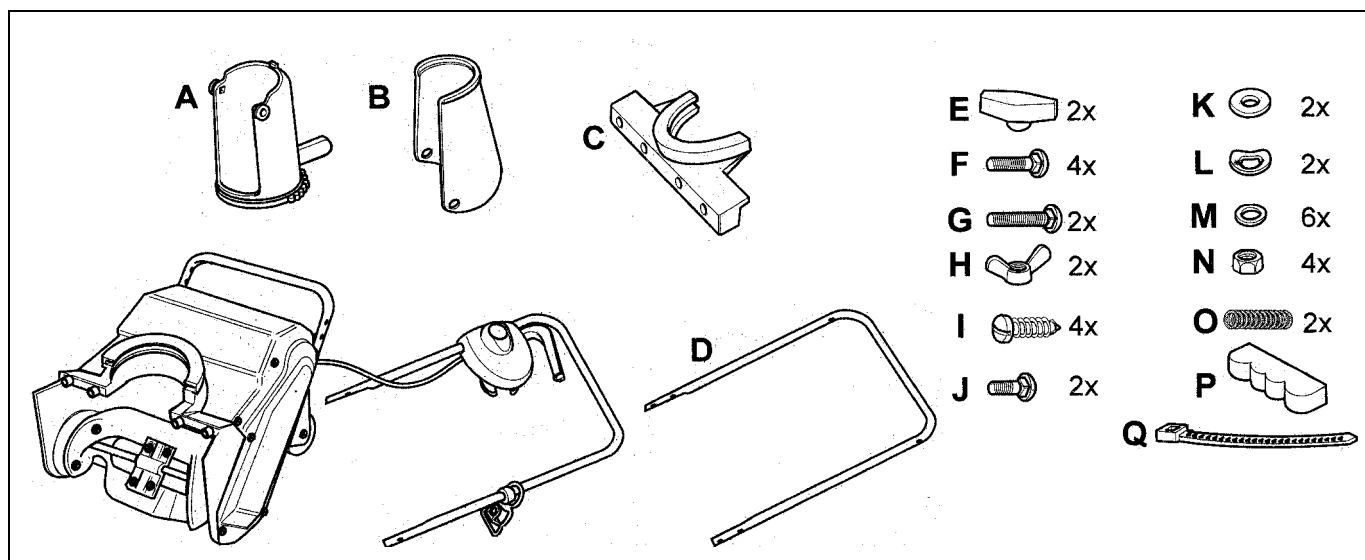

Fig. 1
2. Étaler les pièces (A-Q) et vérifier si la livraison est complète. Les éléments sont représentés à la figure 1.